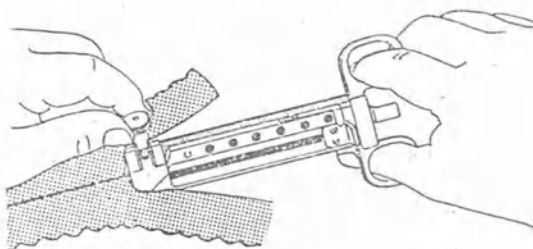

Рис. 9. Установка зазора прошива-
7.1.3. Повернуть втулку 4 против часовой стрелки, установив определенный зазор прошивания (по ощущению хирурга), обеспечивающий наложение герметичного шва (рис. 9).